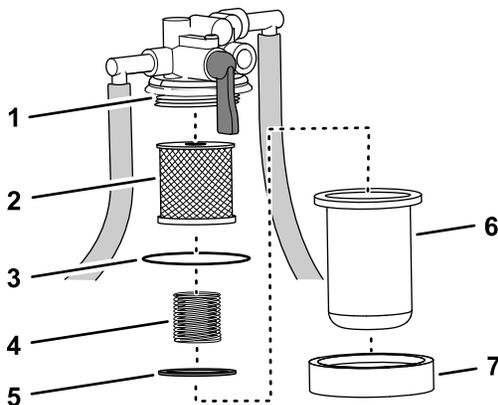

Bild 71
- Stellen Sie eine Auffangwanne unter die Kraftstofffilterglocke, entfernen Sie die Glockenmutter und nehmen die Filterglocke aus dem Filterkopf heraus (Bild 71).
- Setzen Sie den Filtereinsatz in den Filterkopf ein, siehe Bild 71 in Entfernen des Filtereinsatzes (Seite 58).
- Befestigen Sie die Feder und den Schwimmer in der Kraftstofffilterglocke, siehe Bild 71 in Entfernen des Filtereinsatzes (Seite 58).
Mutter mit der Hand an, siehe Bild 71 in Entfernen des Filtereinsatzes (Seite 58).